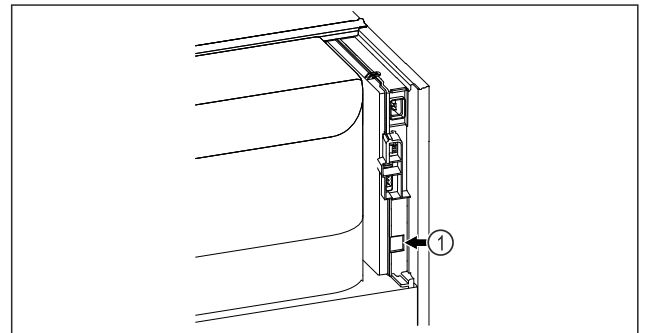

Fig. 95
- SmartModule Fig. 95 (1) er indsat.